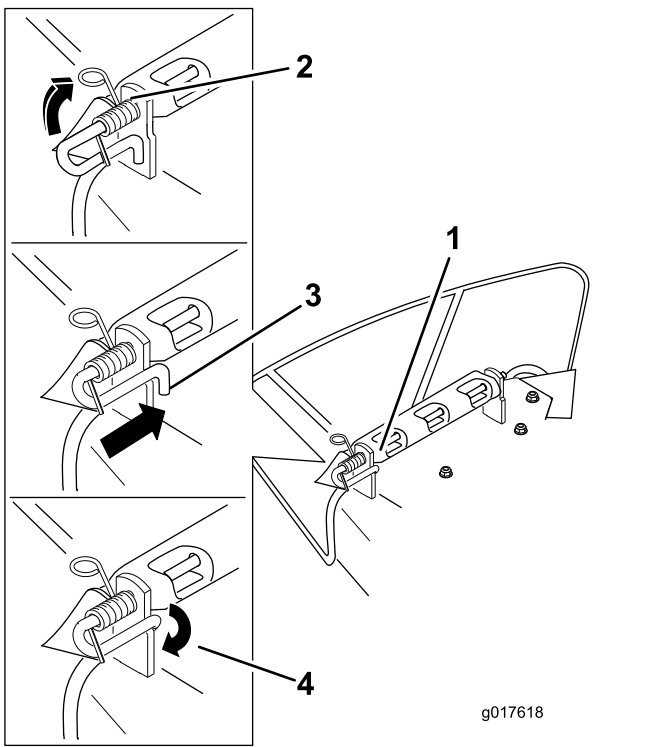

Figure 68
3. Positionnez le nouveau déflecteur d'éjection en plaçant les extrémités du support entre les supports soudés du tablier, comme illustré à la Figure 68.
6. Soulevez le côté avec la boucle du ressort et placez-le dans le cran du support de déflecteur (Figure 68).
7. Fixez l'ensemble tige et ressort en le tournant de sorte à pouvoir placer l'extrémité courte de la tige derrière le support avant soudé au tablier de coupe (Figure 68).